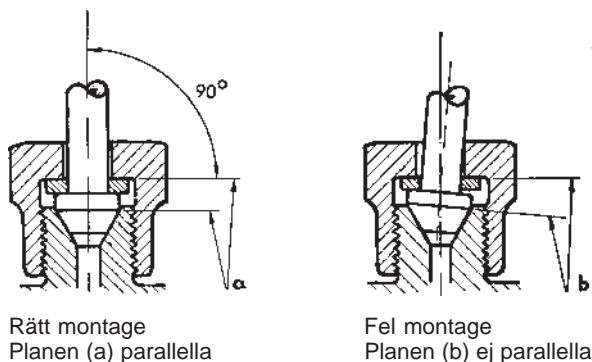

Fig. 59. Montering av rörledningar.
4. Anslut tryckrören. Var noga med att konan kommer rätt. Dras konan fast snett, kommer tryckröret att brista efter någon tid, beroende på de spänningar, som uppstår vid en sådan fastdragningsmomentet. Se fig. 59.